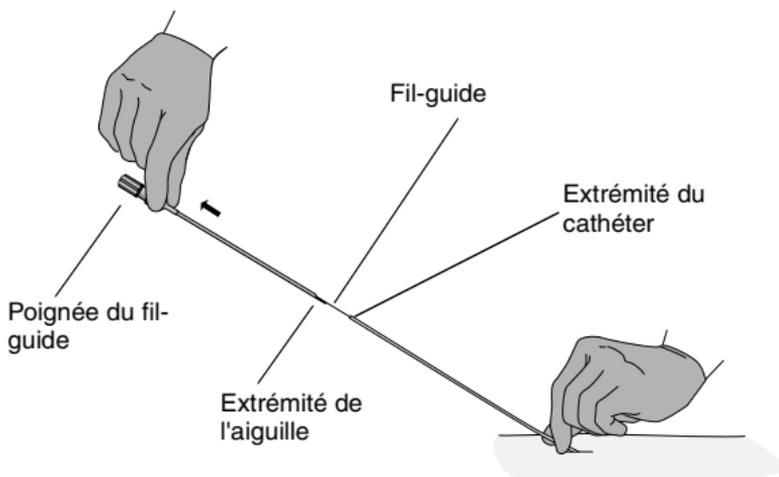

Figure 4. Retrait de l'aiguille et du fil-guide.
13. Maintenir fermement le cathéter au site de sortie rachidien et retirer l'aiguille et le fil-guide du cathéter simultanément (Figure 4).